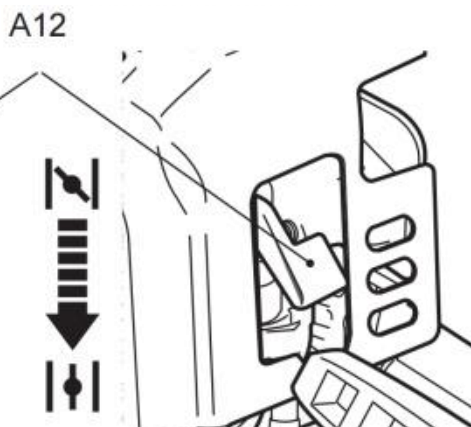

Fig. 30
2. Spostare lo starter (A12) verso il basso in posizione APERTA.  per aprire lo starter (Fig. 30). Spostare lo starter in posizione APERTA per l'avviamento a caldo e per l'uso normale.